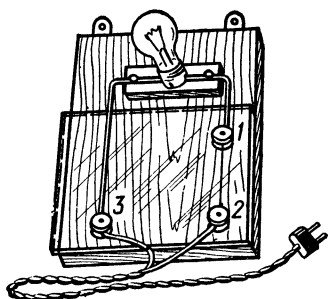

Рис. 161. Прибор для демонстрации действия плавкого предохранителя.
2. **Прибор для демонстрирования действия плавкого предохранителя и электропроводности различных материалов** (рис. 161). На деревянной доске (200 × 260 мм) монтируют патрон, от которого к зажимам (клеммам) 1 и 3 подводят толстые провода. Плавкий предохранитель (тонкую свинцовую проволочку)